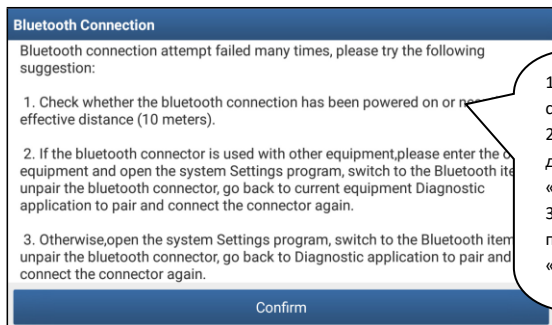

Рис. 5-4
1. Нажмите «VINScan», чтобы открыть окно, см. рис. 5-4.